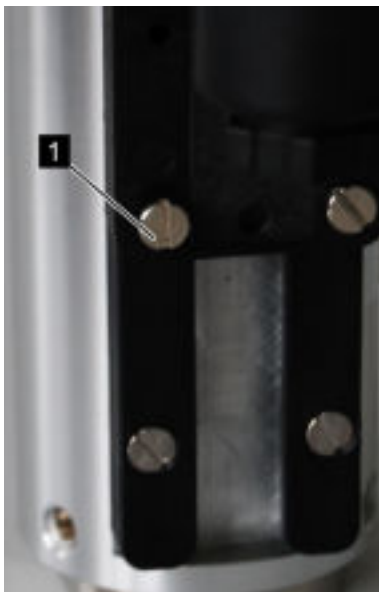

Abb. 38: Feststellschrauben lösen
2. → Die Feststellschrauben des Schaltkontaktes (Abb. 38/1) mit einem Schlitzschraubendreher lösen
- 6.** Feststellschrauben des Schaltkontaktes (*Abb. 38/1*) mit einem Schlitzschraubendreher wieder anziehen. Dabei Schrauben-Anziehdrehmoment beachten.